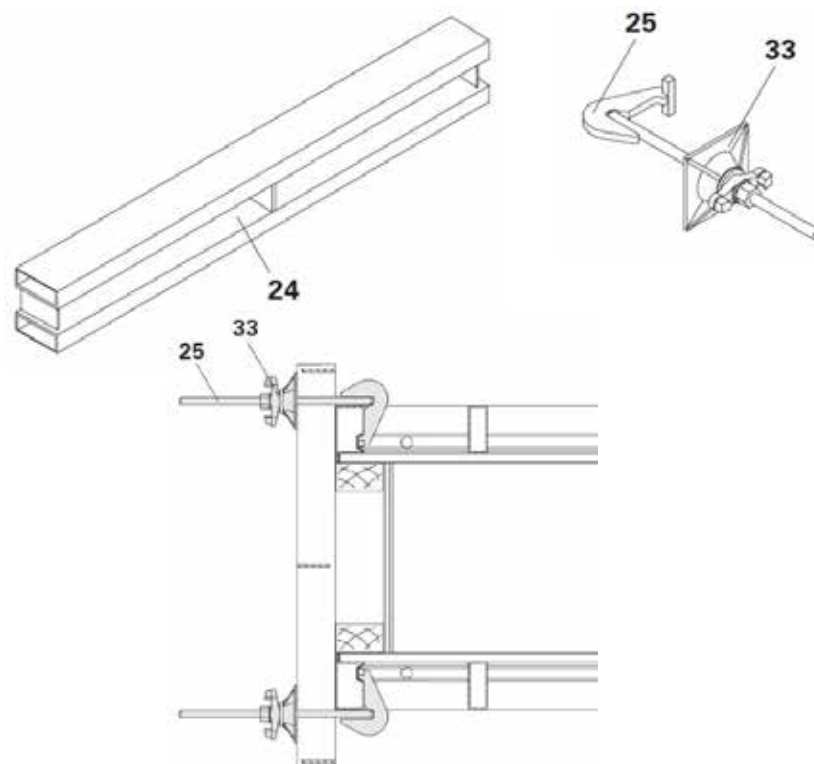

Рис. 11
1. Установить торцевой тяж TS (25) через ригель 85 (24) и соединить края элементов.
2. Зафиксировать шарнирную гайку-шайбу (33) (Рис. 11)